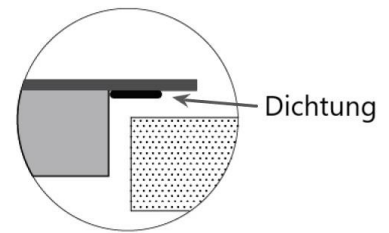

Abbildung 2
- Die Dichtung sorgfältig an der Unterseite des Kochfeldes ankleben (Abb. 2).